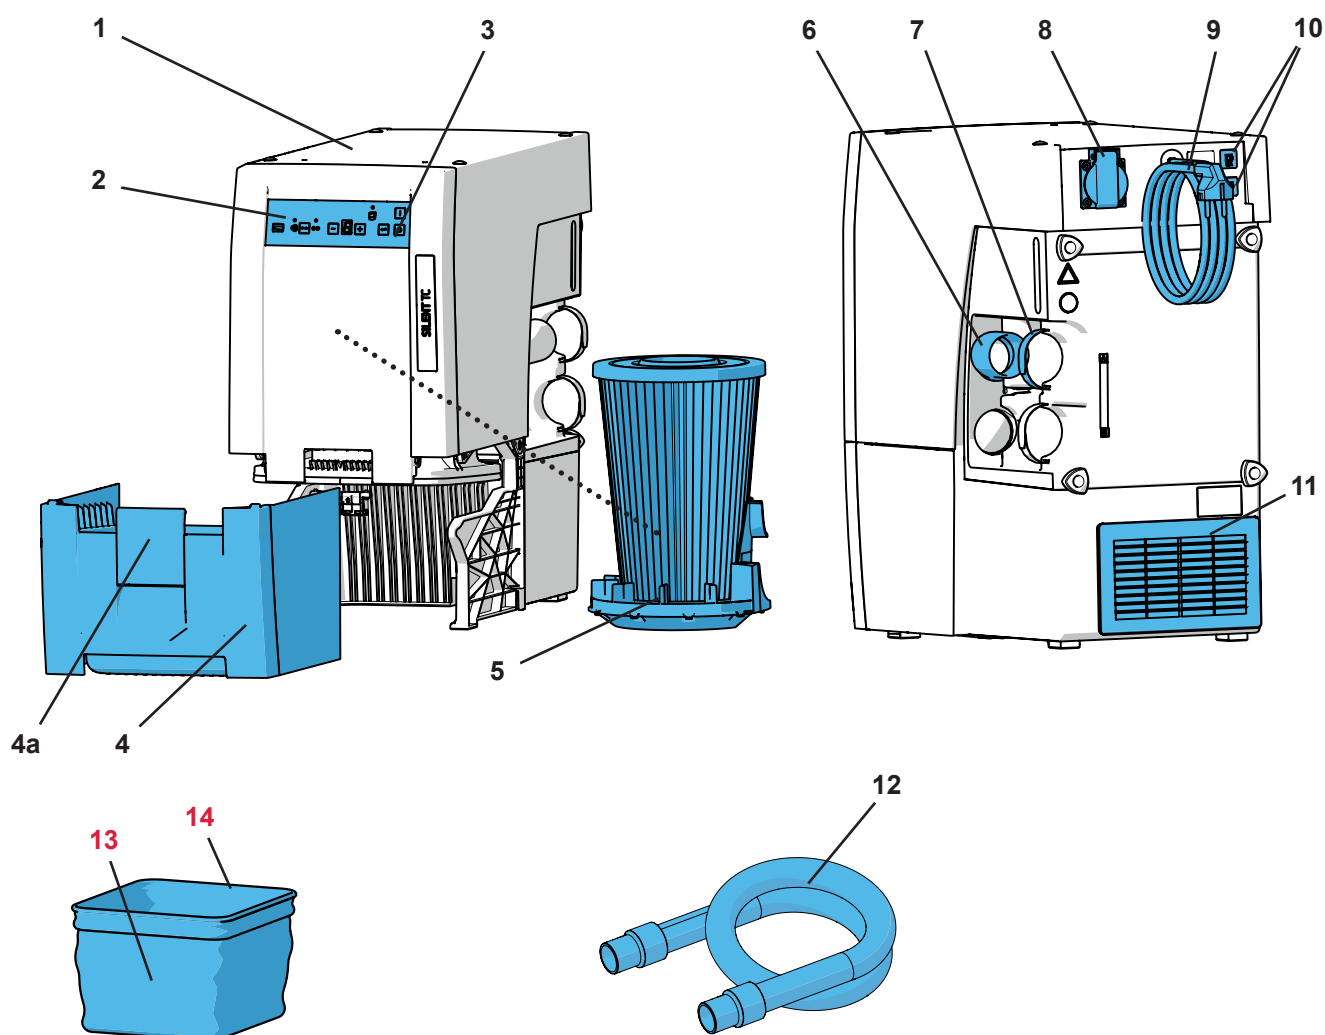

Рис. 1
- выходу отработанному воздуху (11, Рис. 1) ничего не препятствовало.
- Отверстие на задней стенке шкафа (В), мин. 250 x 120 мм, непосредственно напротив выхода отработанного воздуха (11, Рис. 1).
⇒ Шнур питания (9, Рис. 1) развернуть и штекер вставить в розетку электросети здания.
Вытяжка работает в зависимости от подключенного к приборной розетке (8, Рис. 1) электроприбора.